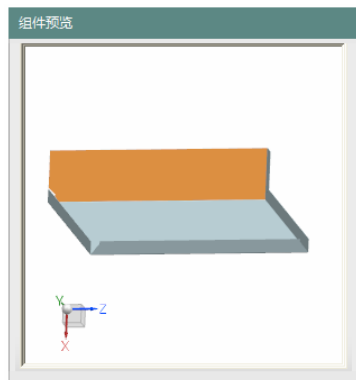
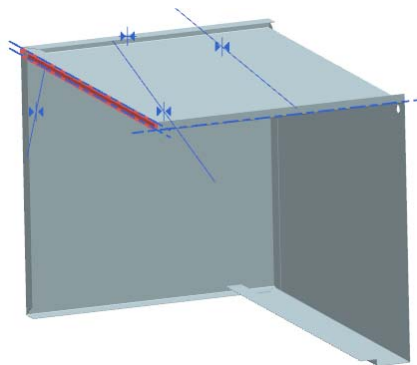

图 11-258 选择相配部件
图 11-259 选择基础部件
(3) 在视图区选择相配部件和基础部件，如图 11-258 和图 11-259 所示。单击 **应用** 按钮。